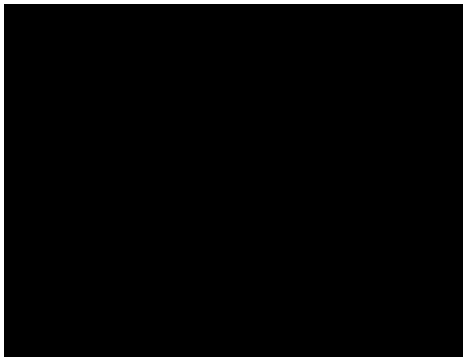

Рис.34
- Установите выключатель в положение ON (Вкл). Нажмите и удерживайте кнопку запуска (А) электрического стартера (Рис.34).